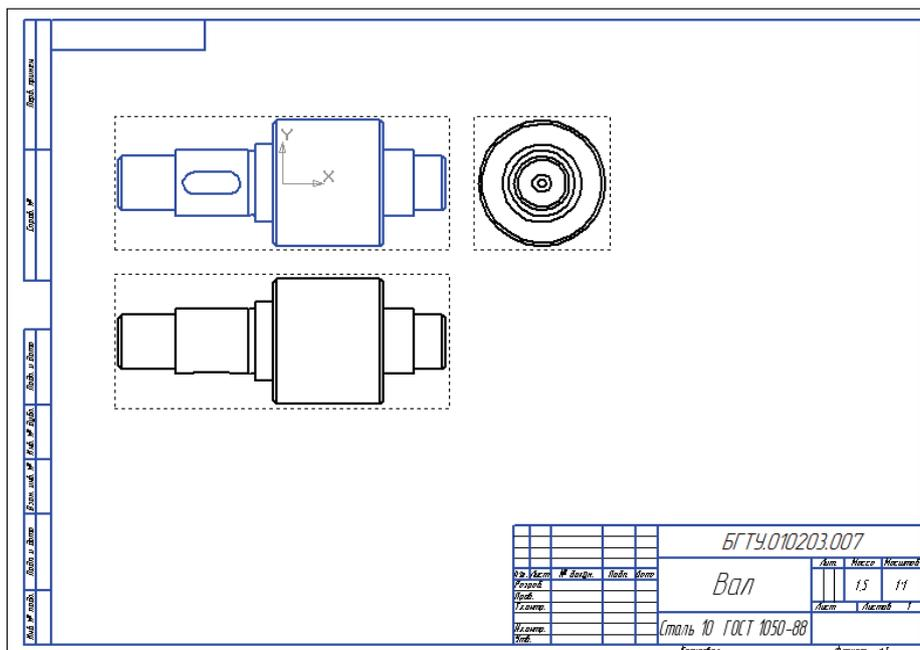

Рис. 8.11
- Перетащите мышью все три рамки видов примерно в центр чертежа и зафиксируйте их. Система построит 3 стандартных вида и заполнит разделы основной надписи данными из модели (рис. 8.11).